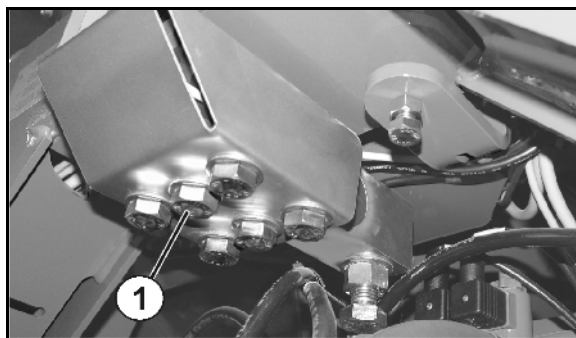

Fig. 53
- 6 skruer til veiecellen (Fig. 53/1)